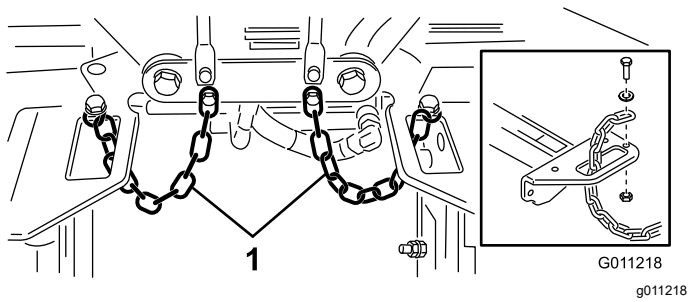

Figura 22
4. Pase una cadena de volteo por la ranura situada en el extremo de cada bastidor de tiro. Sujete la cadena de volteo a la parte superior del bastidor de tiro con un perno, una arandela, y una contratuerca (**Figura 22**).